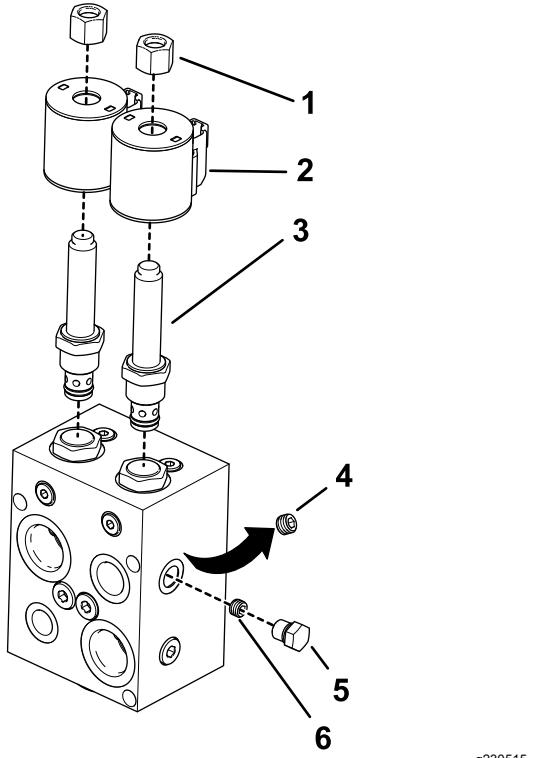

Bild 5
2. Befestigen Sie die entsprechenden Teile am Verteiler des Mengenteilers, wie in Bild 5 abgebildet.